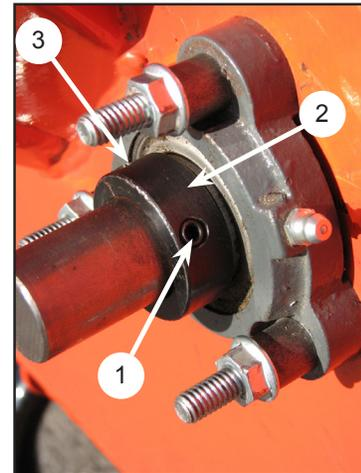
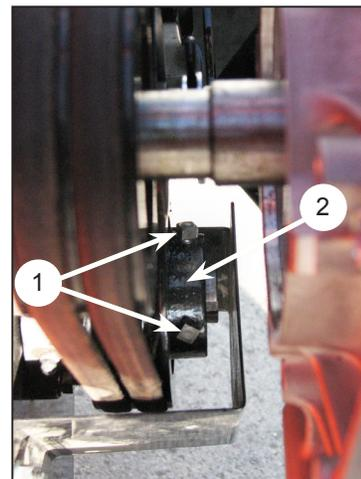

Figura 5.3, Cojinete del lado del conducto
Figura 5.4, Cojinete del lado del motor
2. Afloje los tornillos de fijación (1) que sostienen los collarines de sujeción (2) en el lado del conducto (Figura 5.3) y del lado del motor (Figura 5.4).